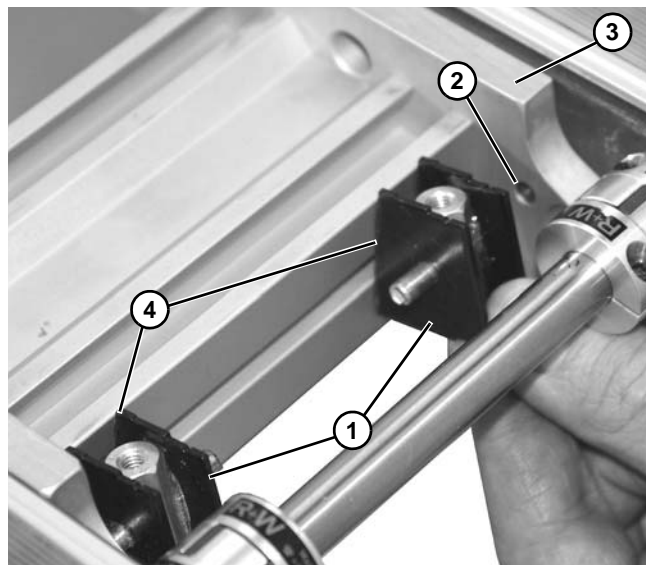

Figura 30
11. Instale el (**Figura 30, artículo 1**) perno de la placa protectora (**Figura 30, artículo 2**) en cada lado del tubo de amarre (**Figura 30, artículo 3**).
Instale la placa protectora (**Figura 30, artículo 1**) con el ángulo de desplazamiento (**Figura 30, artículo 4**) mirando al tubo de amarre (**Figura 30, artículo 3**).